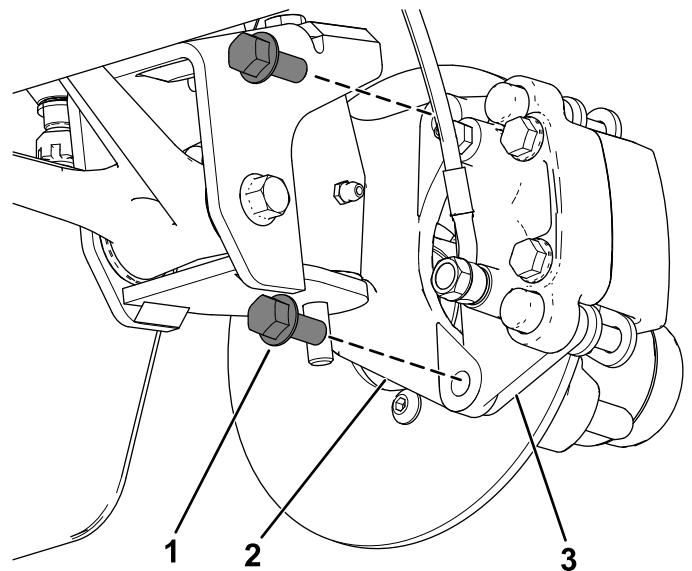
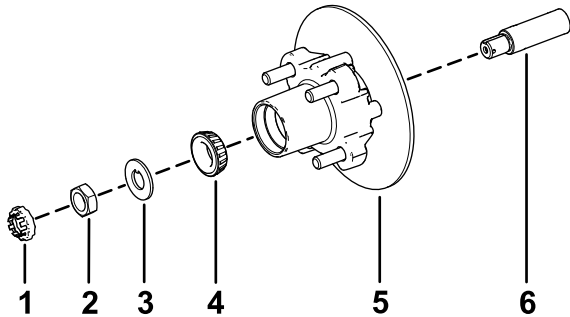

Figura 38
Figura 42
3. Retire os parafusos de cabeça flangeada ($\frac{3}{8} \times \frac{3}{4}$ pol.) que prendem o suporte para o conjunto dos travões ao eixo e afaste o travão do eixo (Figura 38).
1. Aplique uma leve camada do lubrificante especificado no eixo (Figura 42).
2. Monte o cubo e o rotor no eixo com o rotor interior (Figura 42).
3. Monte o rolamento exterior no eixo e coloque o rolamento na correia exterior (Figura 42).
4. Monte a anilha com patilha no eixo (Figura 42).
5. Enrosque a porca do eixo no eixo e aperte a porca com 15 N·m, enquanto roda o cubo para assentar o rolamento (Figura 42).
2. Alinhe as pastilhas dos travões com cada lado do rotor (Figura 38) e os orifícios no suporte da pinça com os orifícios na montagem dos travões da estrutura do eixo (Figura 42).
3. Prenda o suporte da pinça à estrutura do eixo (Figura 38) utilizando os dois parafusos de cabeça flangeada ($\frac{3}{8} \times \frac{3}{4}$ pol.).